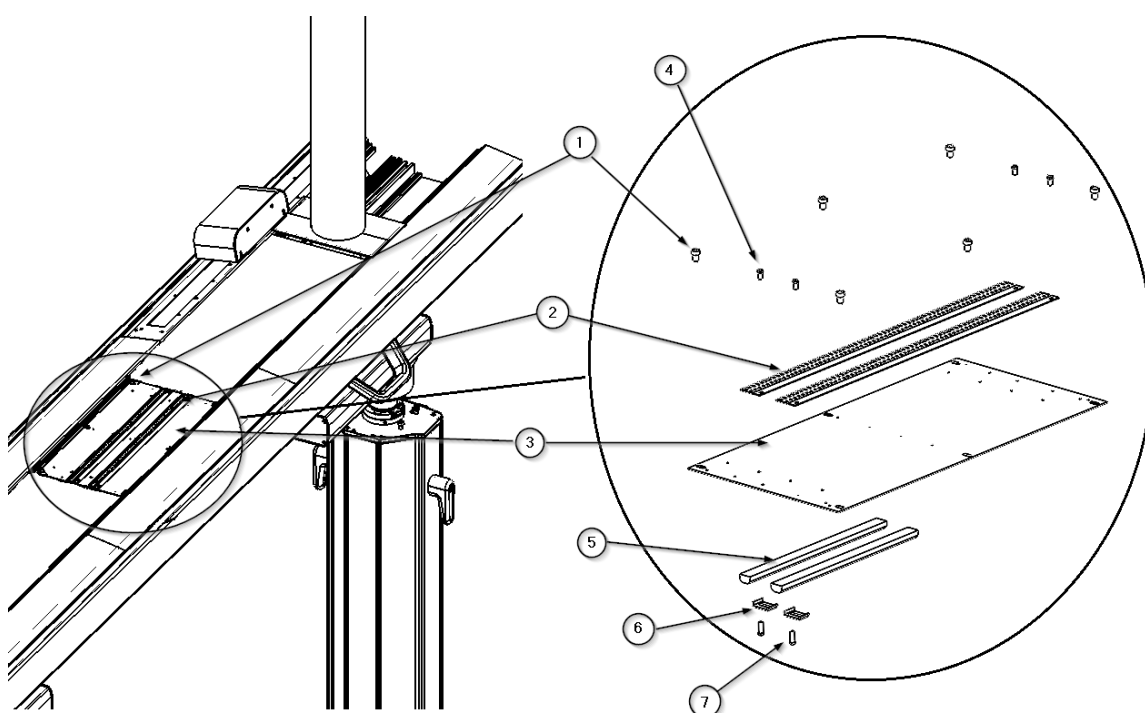

Abb. 8 Austausch der indirekten Beleuchtung
- Trennen Sie die Stromversorgung des Controllers ② von der Anschlussleiste.
- Lösen Sie die 2 Zylinderschrauben M6 x 12 ① DIN 912, um das Beleuchtungsmodul freizulegen. Der LED-Streifen ⑤ und sein Schnellanschluss sind nun sichtbar. Siehe Abbildung 8.